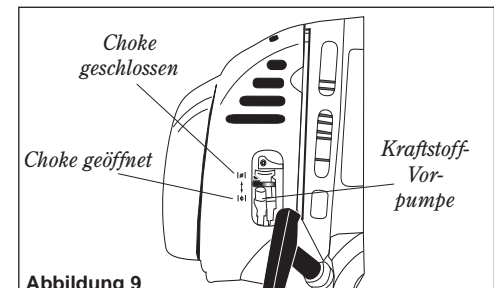

Abbildung 9
3. **NUR KALTSTART:** Schieben Sie den Choke-Hebel nach oben (Choke ist geschlossen). Siehe Abbildung 9.